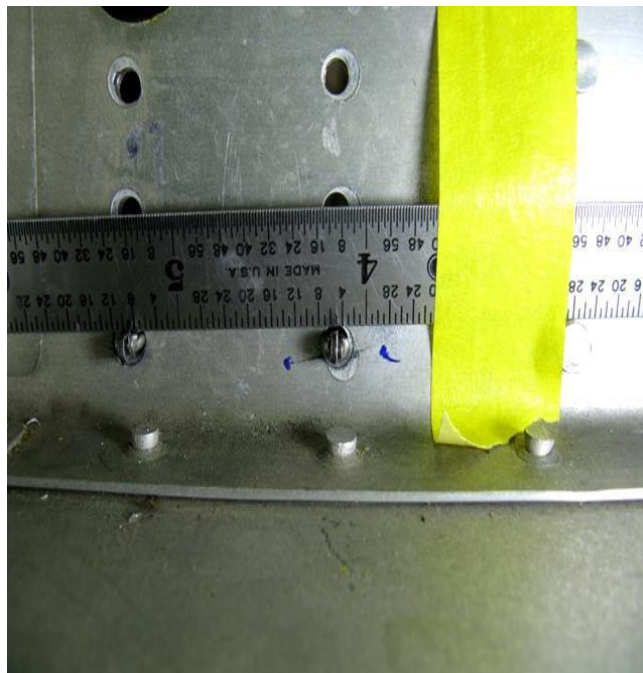

FIGURA 6: FOTOGRAFANDO OS CENTROS DOS FUROS
Passo 11: Prender com fita adesiva uma pequena régua ao lado de todos os furos de rebites que estão associados à rachadura (“clecos” em dois furos podem ser usados para ajudar a segurar e alinhar a régua) e, em seguida usando uma câmera digital, tirar uma fotografia de close-up das trincas e da régua. Ver a Figura 6.